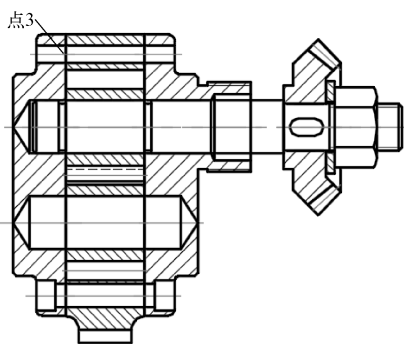

图 14-68 插入齿轮总成图块
(5) 插入齿轮总成图块。单击“默认”选项卡“绘图”面板中的“插入块”命令, 选择齿轮总成块图形, 选择点 3, 插入齿轮总成图块, 结果如图 14-68 所示。
(6) 分解块。单击“默认”选项卡“修改”面板中的“分解”命令, 将图 14-68 中的各块分解。